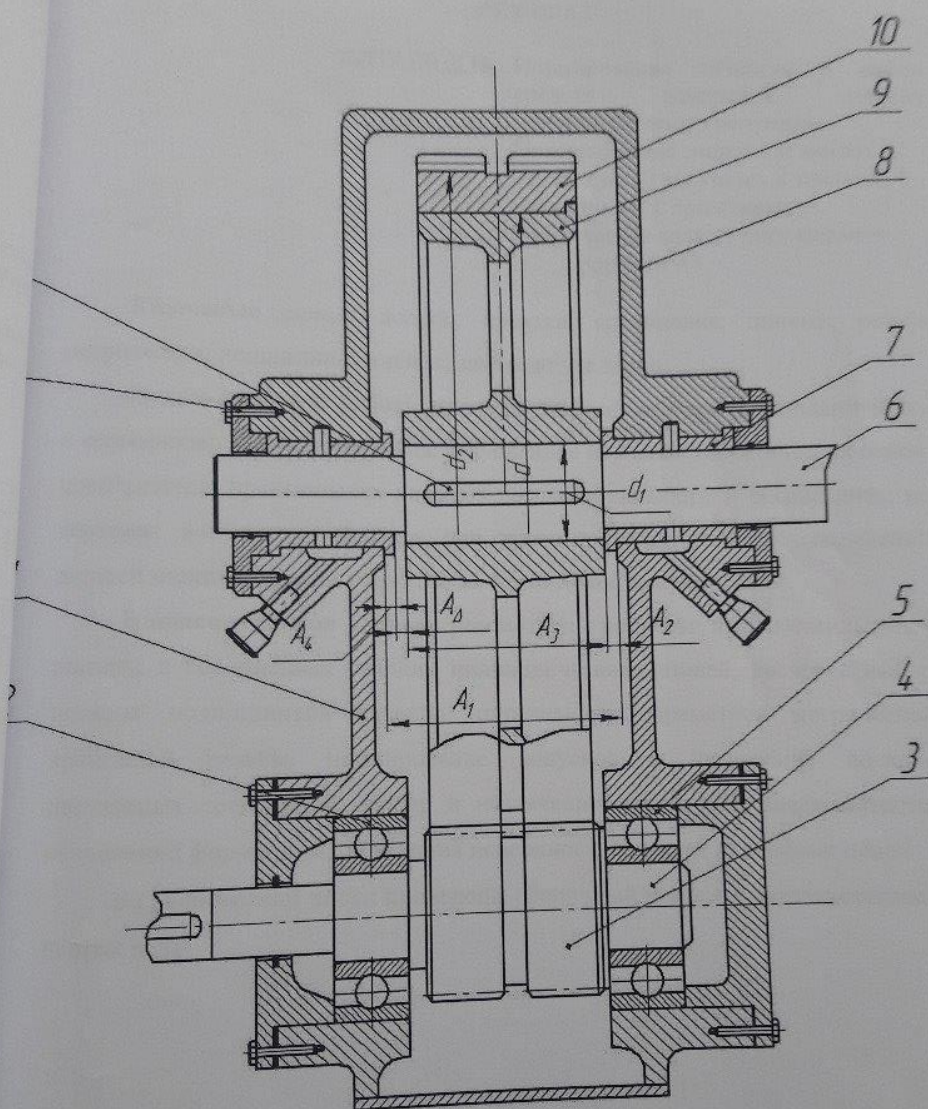

Рисунок 1 – Одноступенчатый редуктор
1. Описание работы одноступенчатого редуктора (Рисунок 1).